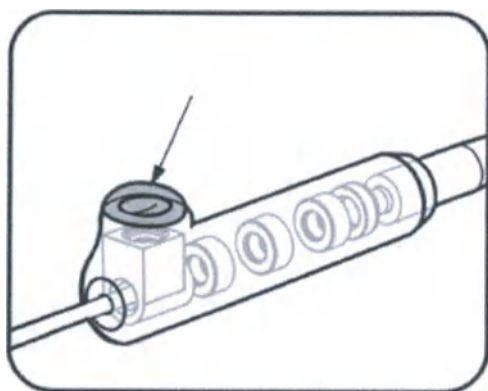

Рисунок 2. Хирургический клей, покрывающий заглушку уплотнения
6. Прежде чем зашивать рану, очистите верхнюю часть заглушки уплотнения и используйте медицинский клей (например, клей хирургический, производства Boston Scientific Neuromodulation) для покрытия и запечатывания верхней части заглушки уплотнения (Рисунок 2).